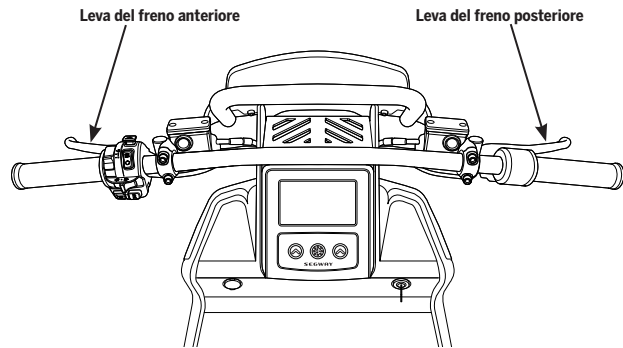

Figura 28: Utilizzare ENTRAMBI i freni per frenare
2. Attivare i freni in modo delicato e identico tirando le leve, regolando la pressione di frenata secondo le necessità (**Figura 28**). Per frenare in breve tempo e in modo più aggressivo è necessaria una pressione maggiore sulle leve, mentre per frenate più lunghe e lente la pressione sarà minore.